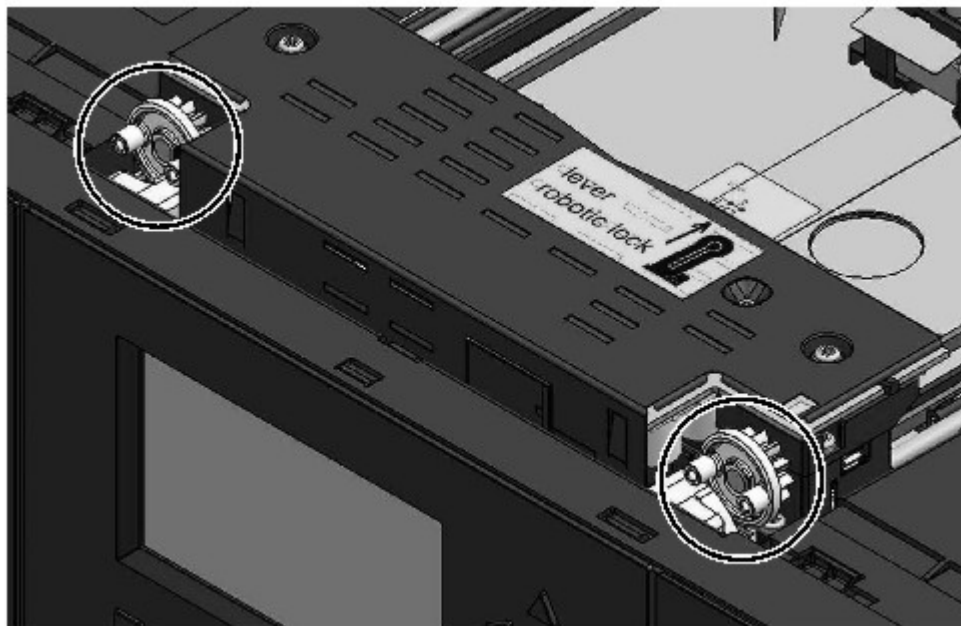

图 76. 引脚已经水平对齐
1. 存取器的每一角都有一个齿轮，齿轮上有两个凸出的引脚。旋转存取器上的其中一个齿轮，以使两个引脚水平对齐。请参阅第 121 页的图 76